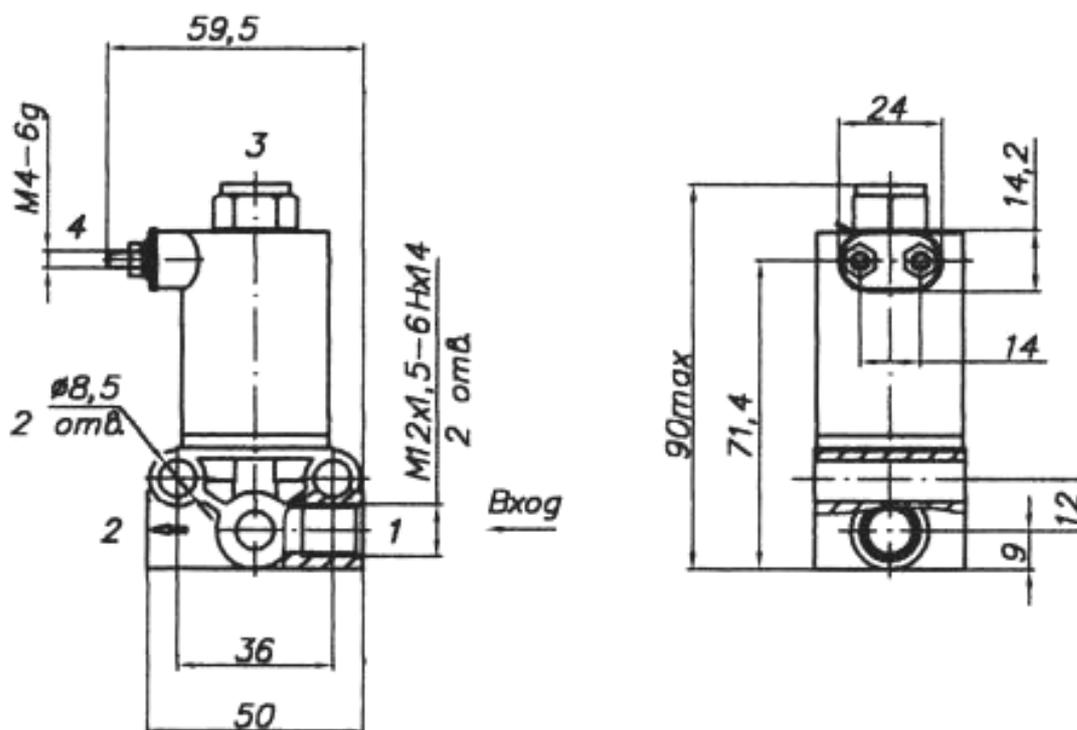

Рис. 68 Клапан электромагнитный
4. КЛАПАН ЭЛЕКТРОМАГНИТНЫЙ (рис. 68)